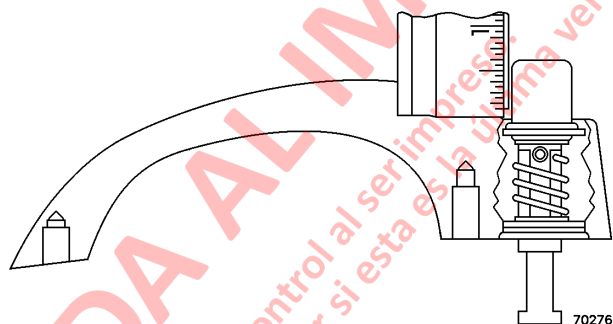

FIGURA 2-5. MEDICIÓN DE LA DISTANCIA DE RECORRIDO DEL ÉMBOLO
1. Determine el grado de movimiento libre del émbolo de liberación de la puerta empujándolo hasta que contacte el mecanismo de liberación de la puerta. Mida la distancia que recorre el émbolo desde esta posición hasta el punto donde se libera completamente (vea la Figura 2-5).